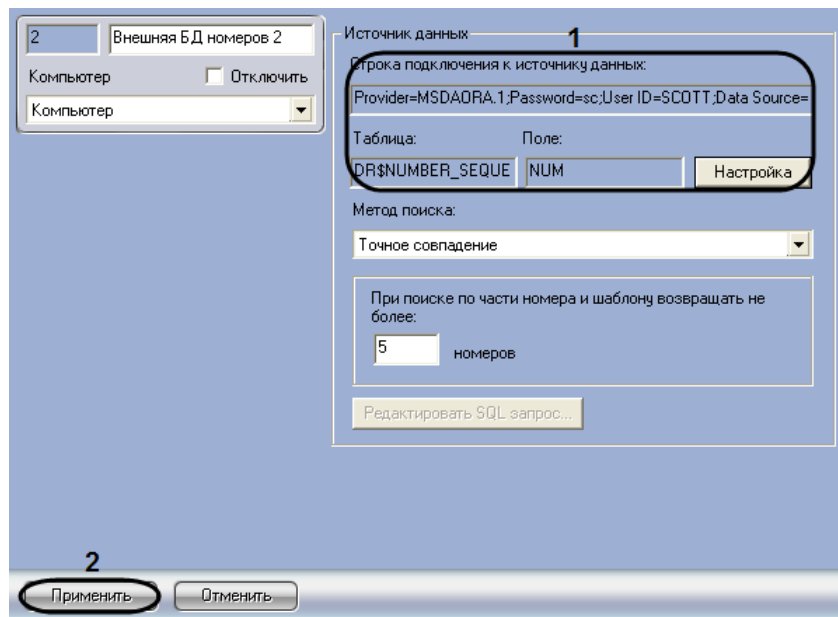

Рис. 7.6—7. Параметры внешней базы данных номеров
10. В результате выполнения операции будут заполнены поля «Строка подключения к источнику данных», «Таблица», «Поле» (Рис. 7.6—7, 1) на панели настройки объекта «Внешняя БД номеров».
11. Нажать кнопку «Применить» (см. Рис. 7.6—7, 2).